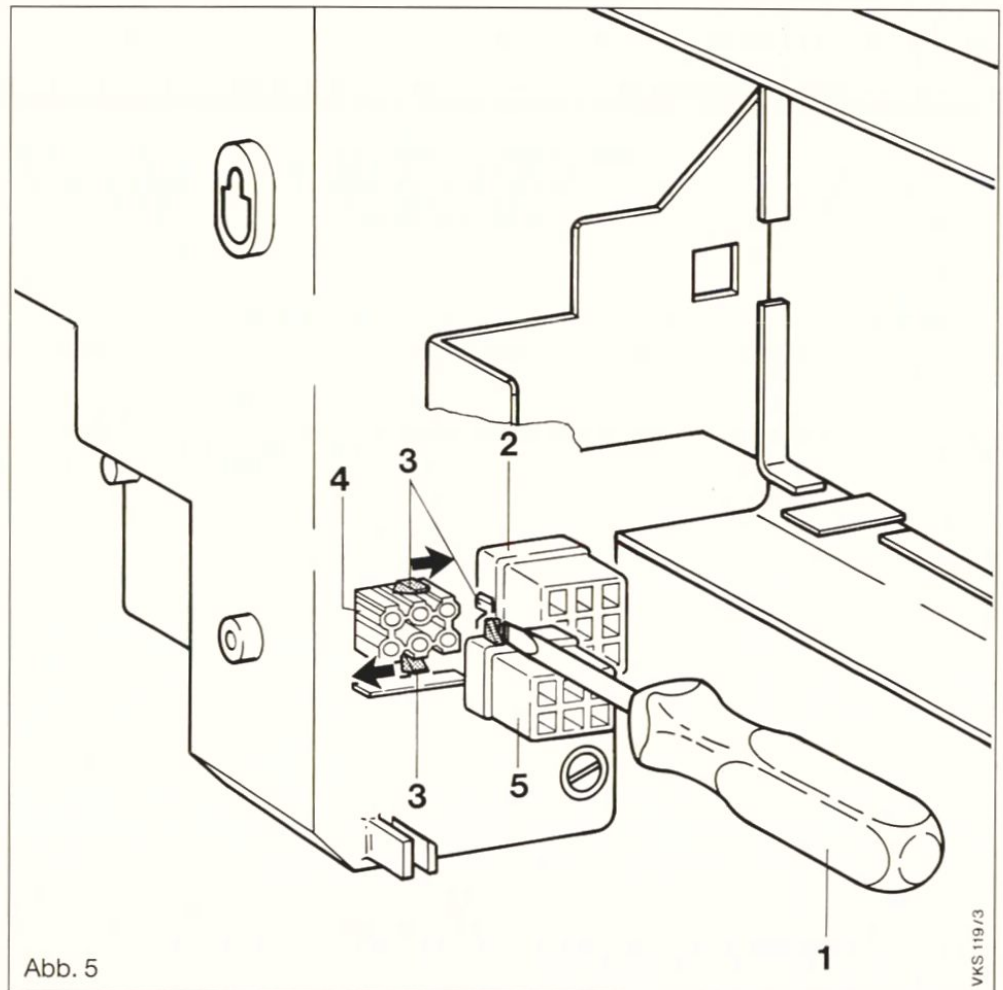

Abb. 5
- Kunststoffabdeckung (4) von der Einbauöffnung in der Schaltleiste (2) entfernen.
- Stecksocket (1) ggf. ausrichten, daß der Kompaktregler (6) leicht eingesteckt und herausgenommen werden kann.
- Die zweiadrigen Kabel von Außenfühler und Vorlauffühler zum Stecksocket (1) führen und gemäß der dem Kompaktregler beiliegenden Anleitung anklemmen.*
- Den sechspoligen Anschlußstecker (10) nach Entfernen des Blindsteckers (9) mit der Steckkupplung (8) verbinden. Siehe Abb. 5, Seite 12.
- Kompaktregler (6) in den Stecksocket (1) einsetzen und mit Zentralschraube (7) befestigen.